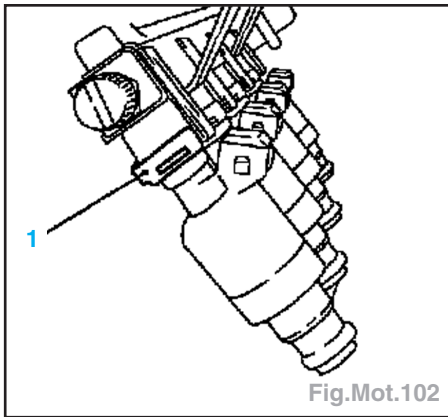

Fig.Mot.102
- Déposer l'agrafe (1) de l'injecteur concerné et le déposer (Fig.Mot.102).